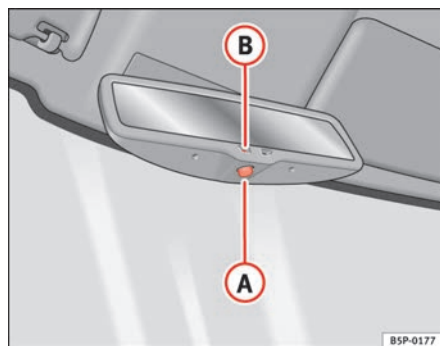

Abb. 62 Automatisch abblendbarer Innenspiegel
- Drücken Sie die Taste **(A)** ⇒ Abb. 62. Die Kontrollleuchte **(B)** erlischt.
- Drücken Sie die Taste **(A)** ⇒ Abb. 62. Die Kontrollleuchte leuchtet auf.